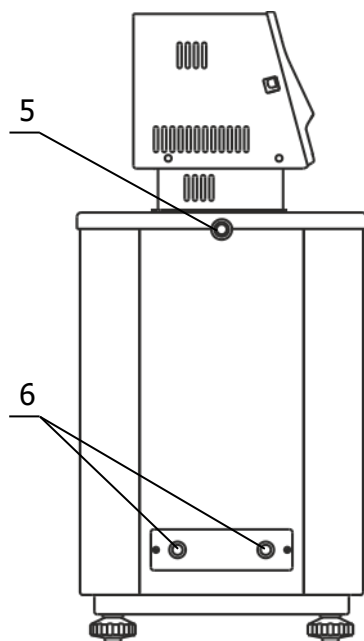

Рисунок 4 — Боковая панель термостата
2.2.5 К переливному штуцеру 5 (рисунок 4) присоединить гибкий шланг, второй конец которого опустить в емкость для сбора излишков теплоносителя объемом 1.5–2 литра.
2.2.6 Заполнить ванну термостата теплоносителем через одно из отверстий рабочих мест до момента начала слива теплоносителя из штуцера 5 (рисунок 4). Температурный диапазон применения теплоносителя должен соответствовать значениям, указанным в 1.2.6.
2.2.7 При первом запуске термостата необходимо включить блок регулирования в режиме прокачки в соответствии с документом ТКЛШ 3.222.009-03 РЭ «Блоки регулирования температуры погружные циркуляционные М03, М03М серии МАСТЕР». При работе циркуляционного насоса теплоноситель переливается из внутренней ванны в основную и его уровень в основной ванне понижается. Доливать теплоноситель следует до тех пор, пока он не начнет переливаться через штуцер 5 (рисунок 4).
2.2.8 Для работы термостата при температурах теплоносителя, близких к окружающей температуре, может потребоваться дополнительное охлаждение с помощью встроенного теплообменника. В этом случае необходимо подключить термостат к водопроводной сети или специальному холодильному устройству при помощи шлангов, присоединенных к штуцерам встроенного теплообменника 6 (рисунок 4). Поток охлаждающей жидкости должен быть равномерным и, по возможности, небольшим. Дополнительное охлаждение не требуется, если температура теплоносителя выше температуры окружающей среды более чем на 25 °С.